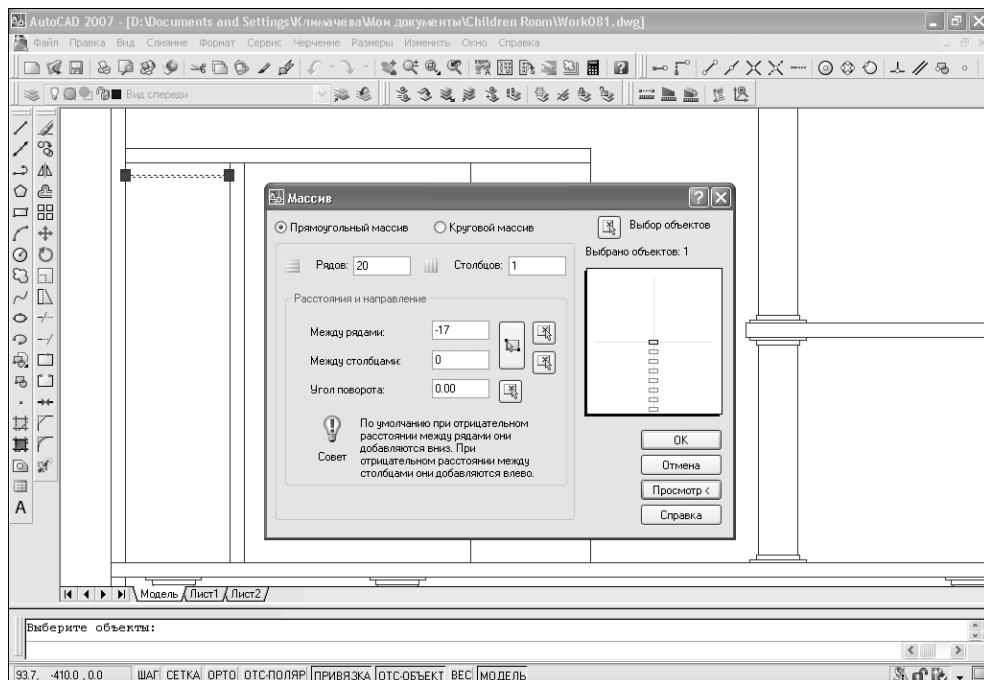

Рис. 8.34 ▼ Диалоговое окно **Массив** (Array) с настроенными параметрами массива
3. Запустите инструмент **Массив** (Array), щелкнув на кнопке **Массив** (Array) панели инструментов **Изменить** (Modify), выбрав из меню команду **Изменить ⇒ Массив** (Modify ⇒ Array) либо введя в командном окне команду **Массив** (ARRAY) или просто **mc** (AR).
6. Щелкните на кнопке **Выбор объектов** (Select objects) и выберите прямоугольник, представляющий на чертеже полочку левой стойки компакт-дисков. После этого в диалоговом окне **Массив** (Array) станет доступной кнопка **Просмотр** (Preview) (рис. 8.34).